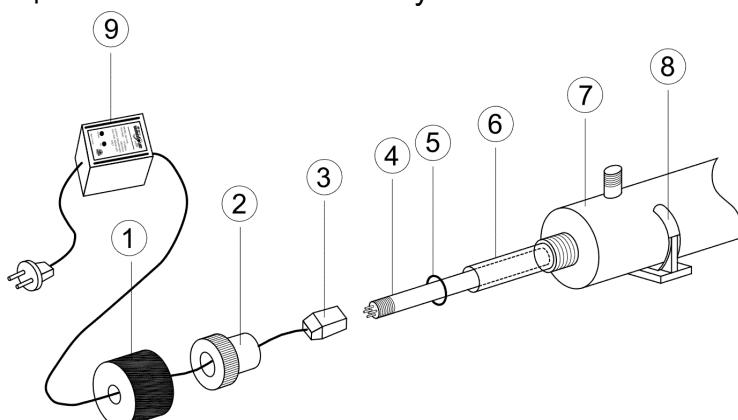

Рис. 2
- 7.2.2 Отодвиньте защитный колпачок 1, осторожно отсоедините коннектор 3 и извлеките электрический провод из гайки 2 (Рис. 2).
Для замены УФ-лампы выполните следующее (см. Рис. 2).
Для замены кварцевого чехла выполните следующее (см. Рис.2).